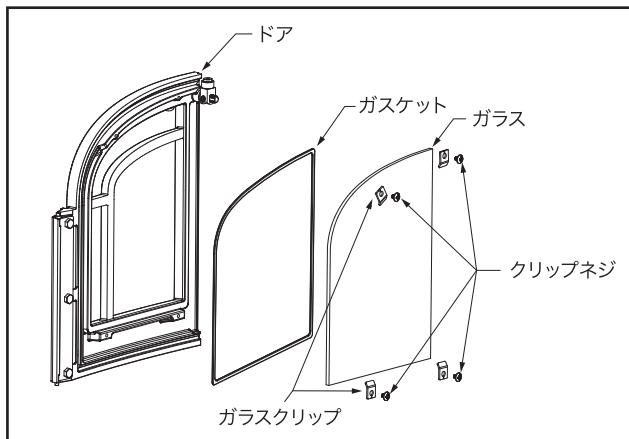

図3.2 ドアガラスの分解図。
2. 両方のドアのガラスをクリップで固定し、クリップのネジを締めます。(きつく締めすぎるとガラスの破損に繋がる恐れがあります。) (図3.2)